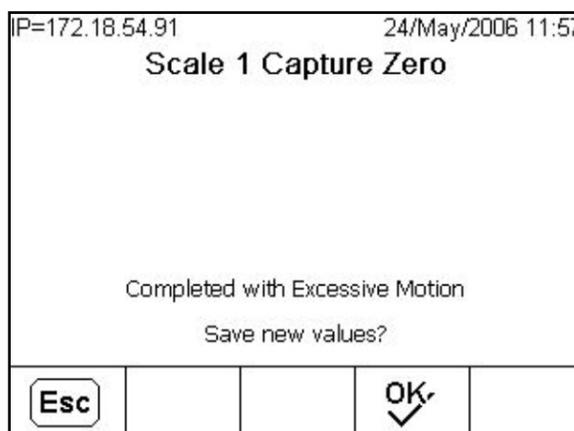

Figura 3-28: Movimento durante la cattura dello zero
- Se durante la procedura di cattura dello zero viene rilevata viene visualizzata una schermata (Figura 3-28) che richiede all'operatore di accettare o rifiutare il valore catturato. Premere il soffkey OK ◊ per accettare il valore o ESC (USCITA) [Esc] per rifiutarlo e ritornare alla schermata di taratura della bilancia.
- Se il movimento viene rilevato durante la procedura di cattura dell'intervallo, viene visualizzata una schermata, simile a quella mostrata nella Figura 3-28. L'operatore può decidere di utilizzare il valore catturato o interrompere l'operazione di cattura dell'intervallo, ritornando alla schermata di taratura della bilancia.